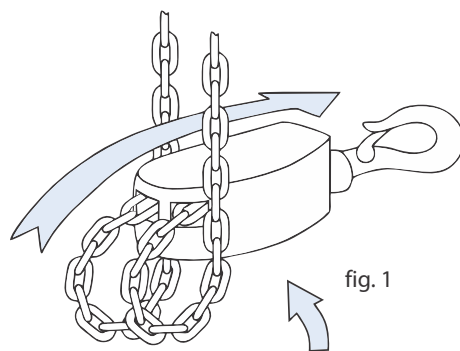

fig. 1
- cârligul nu este răsucit în jurul lanțului, în cazul palanelor cu mai multe fire de lanț (fig. 1);